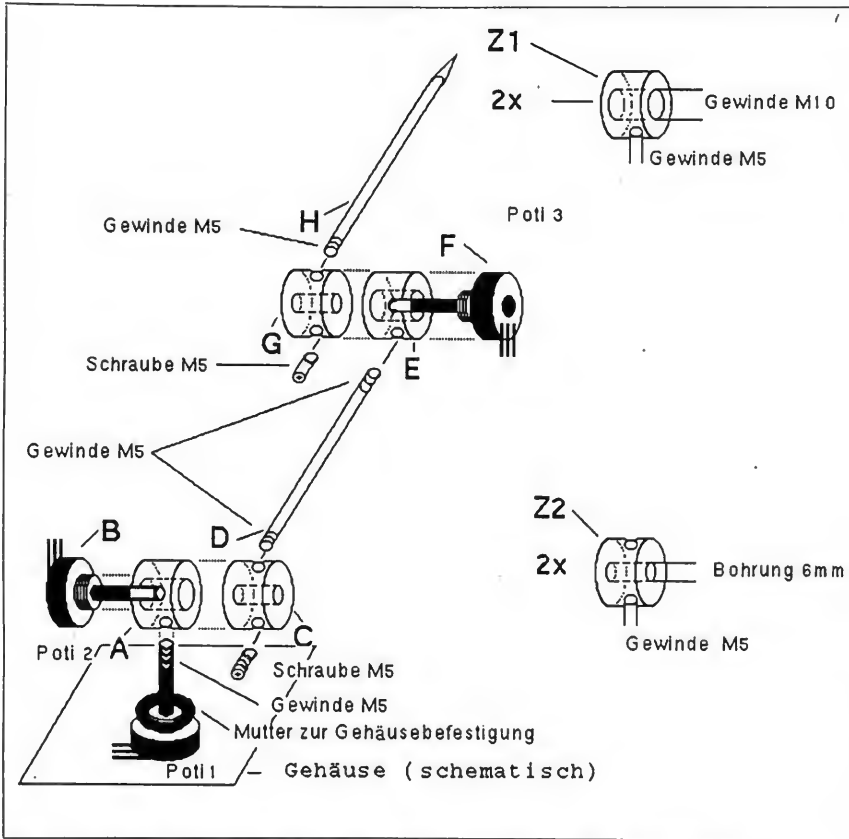

Bild 3. So werden die Einzelteile des Digitizers zusammengebaut
Als letztes vor dem Zusammenbau wird die Achse des Potentiometers 1 (Bild 3) auf ca. 1,8 cm gekürzt (ab dem Gewinde des Potentiometers gemessen) und ein Außengewinde (Größe M5) aufgeschnitten. Nun bohren Sie in Ihr Gehäuse (möglichst mittig, um eine gute Standfestigkeit zu erreichen) ein Loch der Größe M10 und befestigen das Potentiometer (1) (Achse nach oben) mit der beim Potentiometer mitgelieferten Mutter.
Nun schrauben Sie den Metallstab D in den Zylinder C und schieben diesen, wie auf Bild 3 dargestellt, auf die Achse des Potentiometers B. Arretieren Sie den Zylinder mit einer Schraube (M5) auf der Potentiometerachse, so daß sich der Metallstab nach links und rechts bewegen kann. Schrauben Sie nun den Zylinder E an das andere Ende des Metallstabes D und das Potentiometer F, wie in Bild 3 gezeigt, in den Zylinder E.